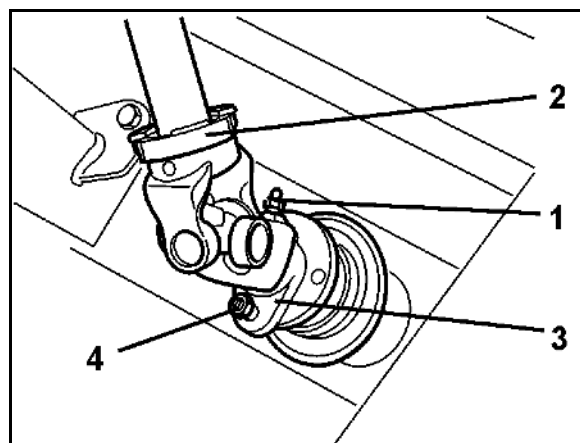

Рис. 96
2. Разгрузите пружины (Рис. 96/1) ослаблением гаек (Рис. 96/2).